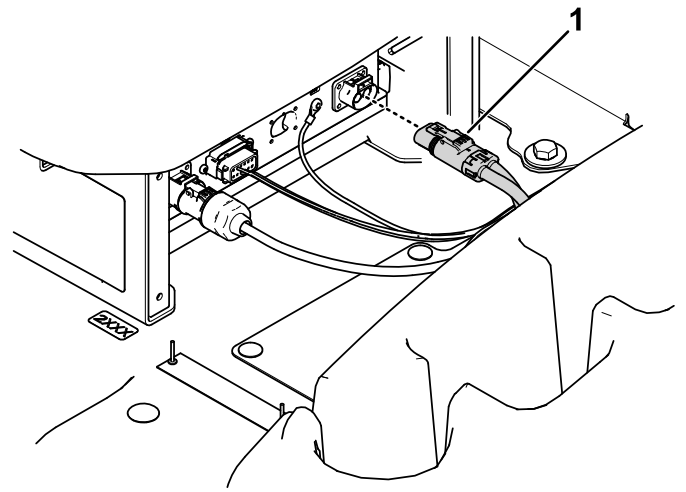

Bild 13
3. Ziehen Sie den Gleichstromanschluss vom Ladegerät ab (Bild 13).
2. Schließen Sie den Gleichstromanschluss an das Ladegerät an (Bild 13).